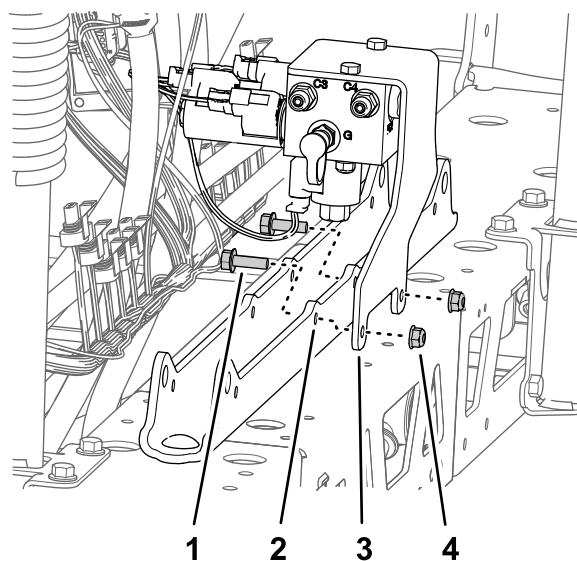

Рисунок 96
- A. Совместите отверстия в опорном кронштейне коллектора подъема секции с отверстиями в креплении цилиндра (Рисунок 96).
- B. Установите опорный кронштейн на крепление цилиндра (Рисунок 96) при помощи 2 болтов с фланцевыми головками (5/16 x 1 дюйм) и фланцевых контргаек (5/16 дюйма), снятых при выполнении пункта